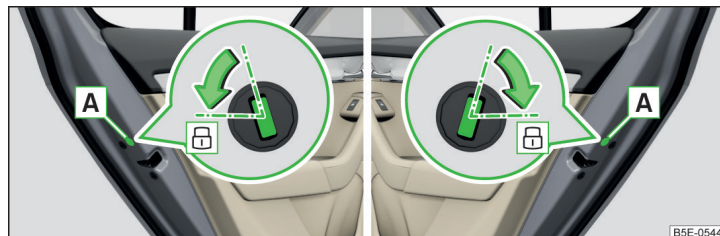

Fig. 222 Încuierea în regim de urgență: portiera spate stânga/dreapta
- Deschideți respectiva portieră spate și îndepărtați masca **A** » fig. 222.